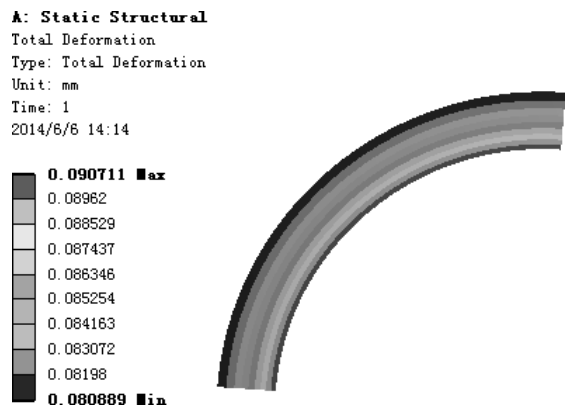

图 7.5.28 位移变形结果图解
(1) 求解分析。在顶部工具栏中单击 **Solve** 按钮求解分析。
(2) 查看位移变形结果图解。在“Outline”窗口中选中 **Total Deformation**，查看图 7.5.28